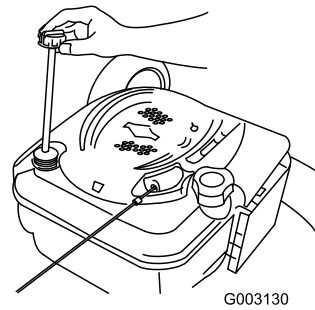

Figura 40
2. Retire la varilla (Figura 40).